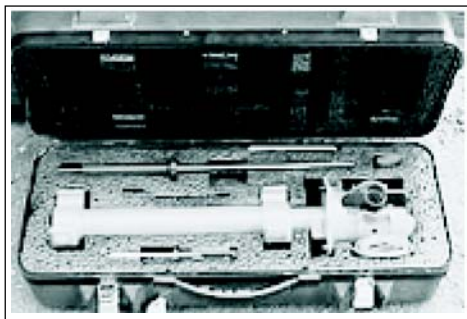

Fig 7-29. Luneta Wild
## (2) Luneta de regulagem Wild (Fig 7-29)